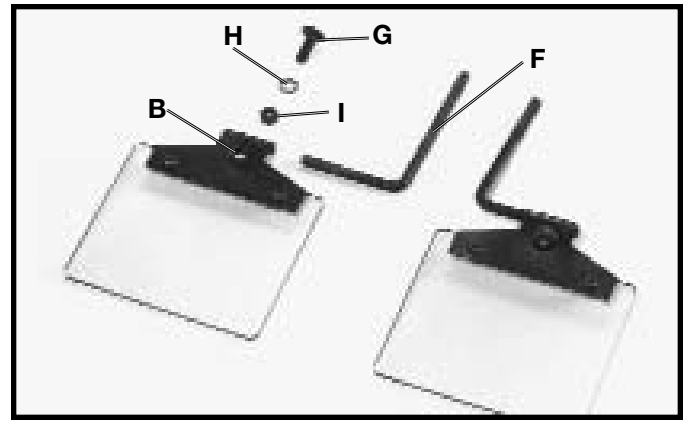

Fig. 7
2. Inserte el extremo corto de fig. 7 de la barra del montaje (F), en el agujero del bastidor (B) y sujete en lugar con el tornillo principal del carro 1/4-20x3/4 (G), arandela de bloqueo 5/16 (H), y tuerca de tuerca hexagonal 1/4-20 (I).